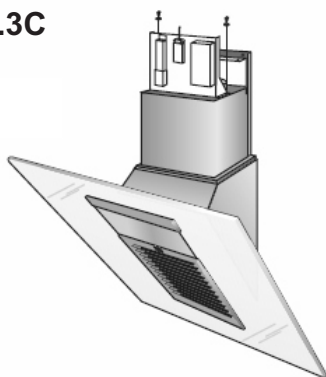
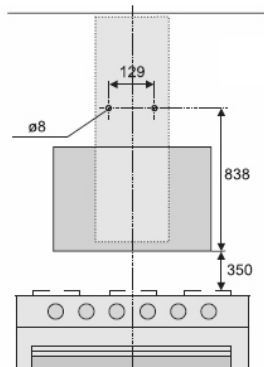

Рис.4
Рис.5
3. **Крепление на стене.** Наметьте на стене горизонтальную линию по отношению варочной поверхности. Наметьте на стене 2 первых отверстия для шурупов согласно размерам, указанным на рис.4. просверлите отверстия и вставьте туда штыри, прилагаемые в комплекте. Как уже ранее указывалось на странице «Предупреждения», минимальное расстояние от нижнего края вентиляционного колпака до варочной поверхности должно быть 350 мм. Закрепите металлический кронштейн (А) на стене, используя 2 отверстия для шурупов в стене, проделанные ранее – рис.5 – (шурупы для фиксации кронштейна прилагаются в комплекте).